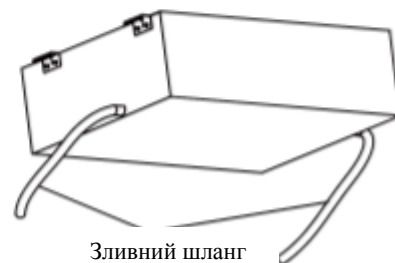

Рисунок 17
6. З лівого і правого боку є дренажний порт. Виберіть дренажний порт відповідно до локальних умов (рис.17).